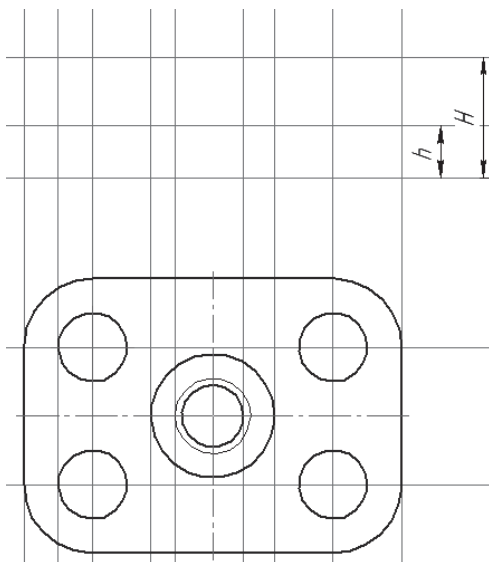

Рис. 77
5. Для построения фронтальной проекции детали (главного вида) необходимо воспользоваться вертикальными  и горизонтальными линиями  (рис. 77).